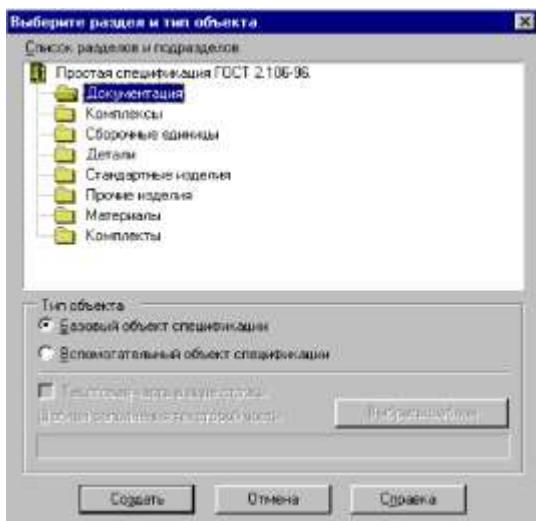

Рисунок 10.13 – Создание раздела Документация
2. В диалоговом окне Выберите раздел и тип объекта сделайте текущим раздел Документация и щелкните на кнопке Создать (рисунок 10.13).